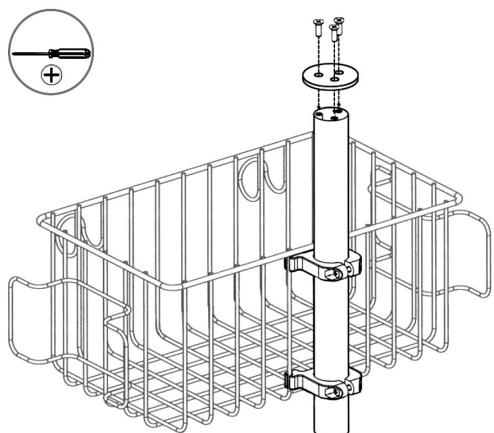

Figure 6 • Figure 6 • Abbildung 6 • Figura 6 • Figura 6 • Afbeelding 6
1. Прикрепите верхнюю пластину к верхней части стойки с помощью трех винтов из комплекта (См. страницу 22, рисунок 6).
1. トッププレートを付属のねじ3本でポールの最上端に取り付けます（22ページ、図6を参照）。
1. 使用三个配套的螺丝, 将顶板连接到支架杆的顶部 (请参阅第 22 页, 图 6)。
• **Figur 6 • Figur 6 • Εικόνα 6 • Figura 6 • Obrázek 6 • 6. ábra • Rysunek 6**
• **6. attēls • Şekil 6 • Рисунок 6 • 図6 • 图6**